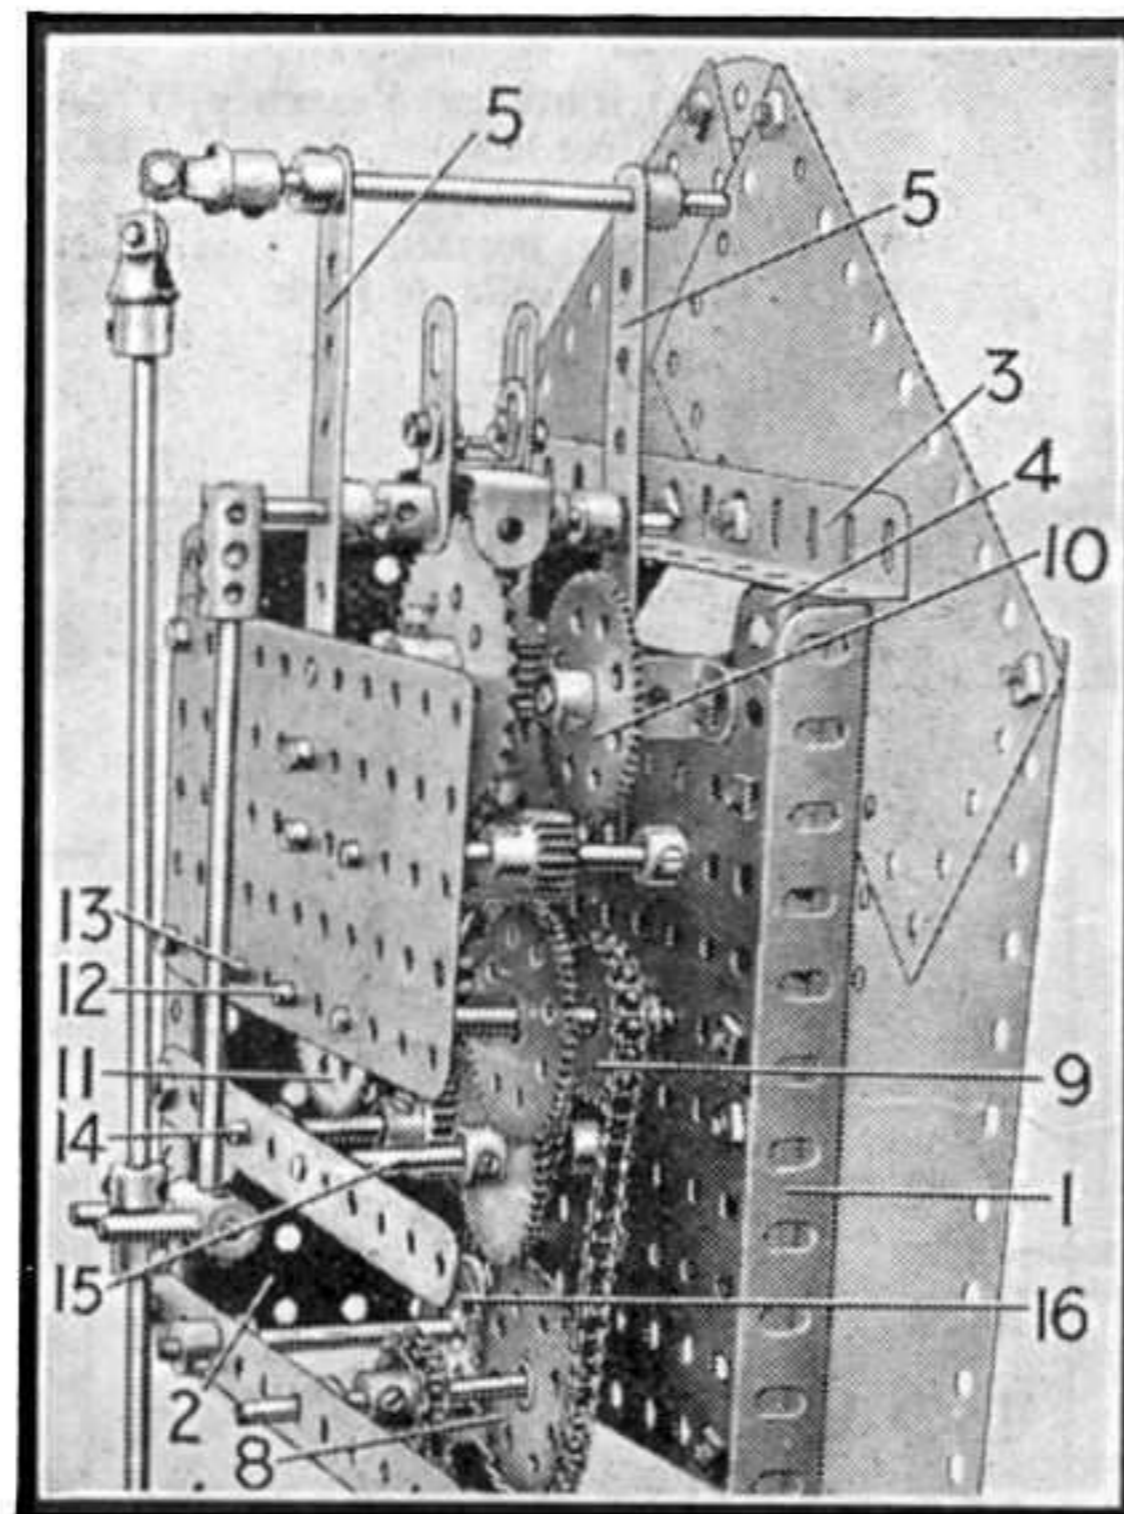

Fig. 2. Les engrenages.
Le bâti se compose de deux Cornières de 32 cm. 1, munies de deux Plaques à Rebords de 14 x 6 cm. dont on aperçoit l'une (2) sur la figure 2. La Plaque correspondante du côté le plus proche a été enlevée afin de mettre à découvert le mécanisme. Une Cornière de 14 cm. 3 est boulonnée en travers des rebords supérieurs des Plaques 2, et deux autres Cornières similaires sont fixées au rebord intérieur de chaque Plaque. Une de ces Cornières est visible en 4 et les deux constituent des supports pour deux Plaques sans Rebords de 11 1/2 x 6 cm. Une Plaque sans Rebords de 14 x 6 cm. et deux Bandes de 14 cm. sont boulonnées entre les deux rebords arrière des Plaques 2. Deux Bandes de 11 cm. 1/2 5 sont montées comme le montre le cliché.